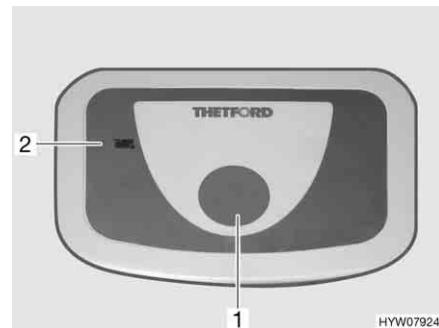

Fig. 138 Pulsante dello sciacquone/spia di controllo toilette Thetford
- Per sciacquare premere il pulsante blu (Fig. 138,1).
La spia di controllo (Fig. 138,2) si accende quando il serbatoio fisso deve essere svuotato.